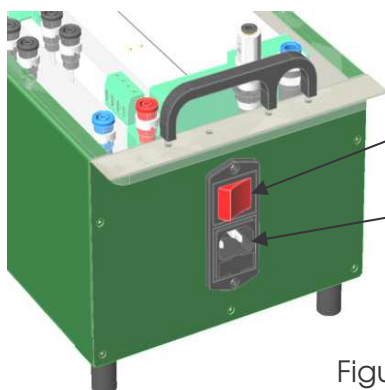

Figure 1
**Isoler** l'équipement de sa source d'énergie électrique en plaçant l'interrupteur latéral du module d'alimentation et sécurité sur la position "0" (**voir figure 1 page suivante**).
**Séparer** l'équipement de sa source d'énergie électrique en débranchant le cordon de l'alimentation stabilisée de la prise domestique 230 V (**voir figure 1 page suivante**).
- ◆ Autoriser la mise sous tension de l'équipement en plaçant l'interrupteur latéral du module d'alimentation et sécurité sur la position "1" (voir figure 1 page précédente).